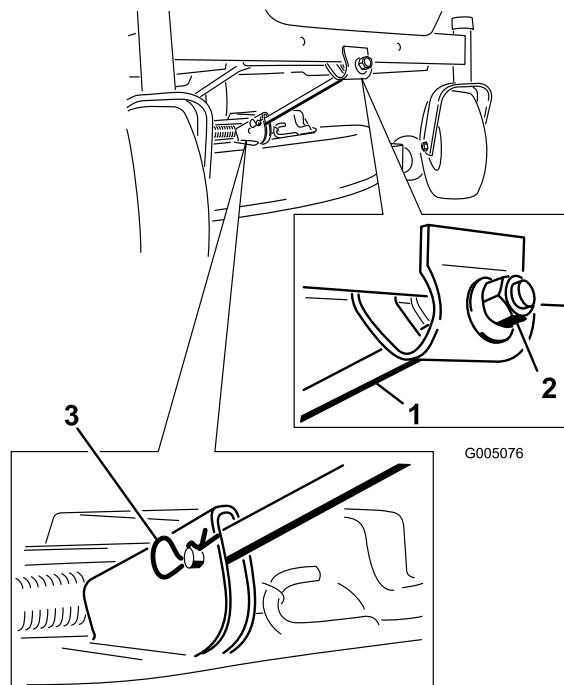

Figura 51
4. Retire el pasador y la chaveta de la varilla de soporte delantera (Figura 51). Baje cuidadosamente la parte delantera de la plataforma del cortacésped al suelo.
- Conecte la varilla de soporte delantera a la plataforma del cortacésped con el pasador y la chaveta (Figura 51).